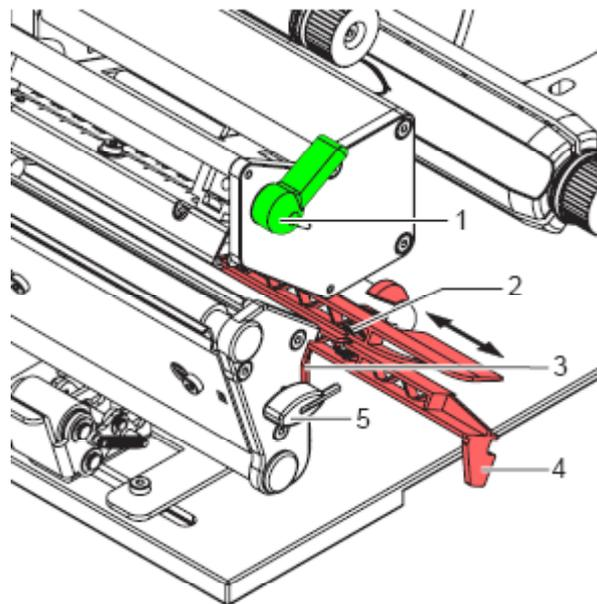

Figura 20
1. Gire la palanca (1, Figura 20) en sentido contrario a las agujas del reloj para levantar el cabezal de impresión.